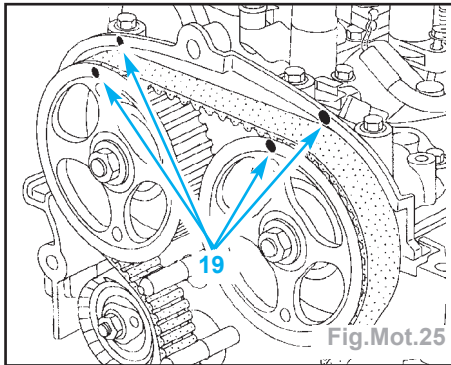

Fig.Mot.25
- Effectuer un repérage (19) à l'aide d'un crayon entre les poulies des arbres à cames et le chapeau de palier d'arbres à cames (Fig.Mot.25).